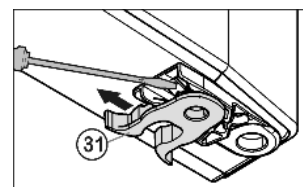

Fig. 7
- ▶ Decuplați clema elastică Fig. 7 (31): împingeți în jos dispozitivul de blocare, trageți deasupra clema elastică.